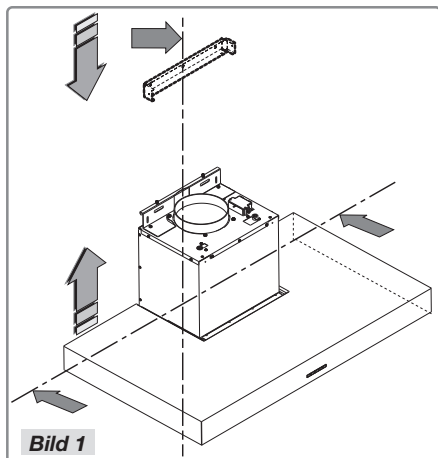
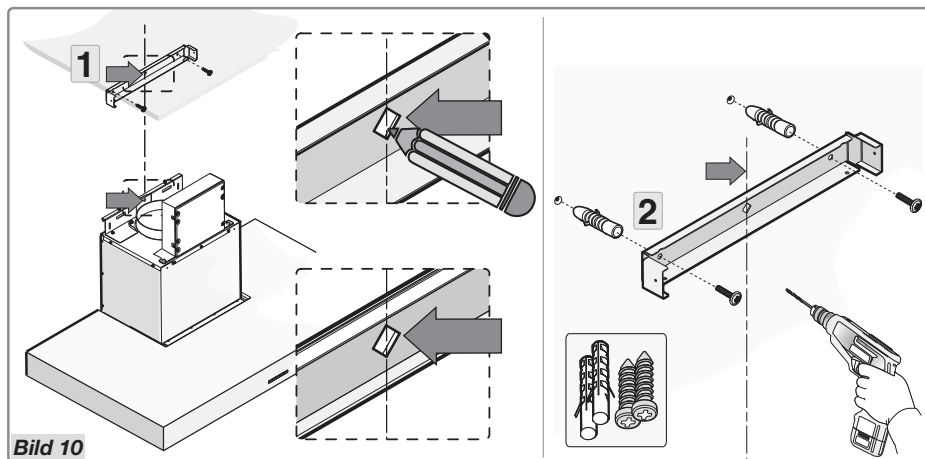

Bild 1
Bild 10
- Positionera konsolen motsvarande storlekarna i bild 1 och säkra den med de medföljande skruvarna och pluggarna (Bild 10).